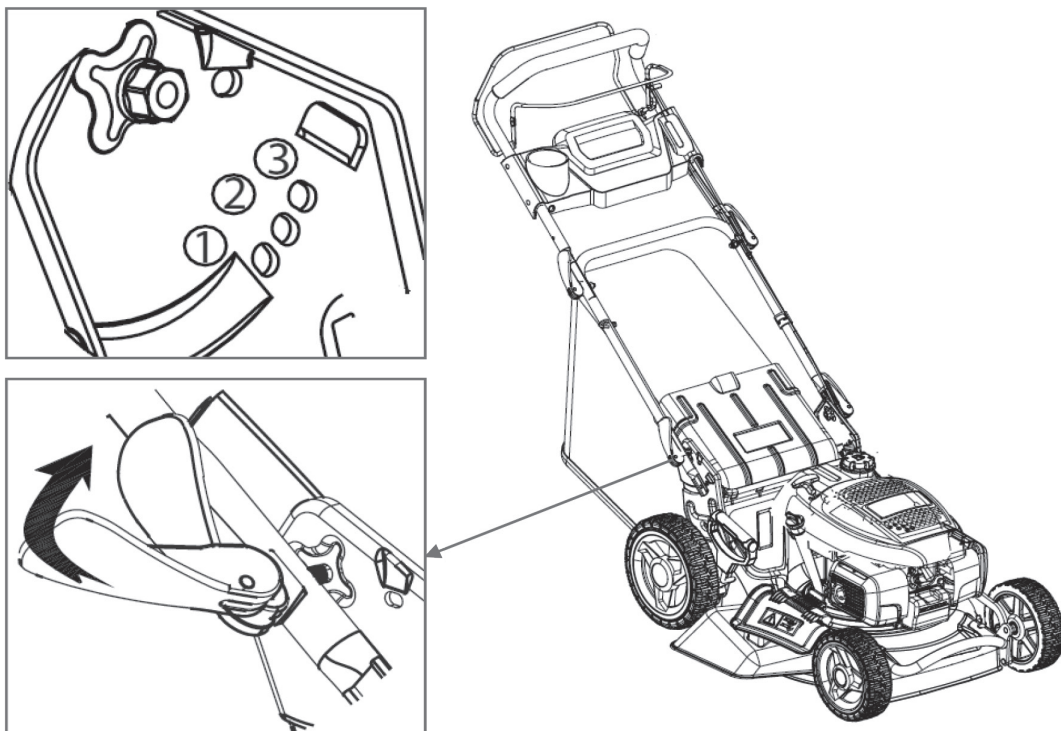

Рис. 4
- Зафиксируйте стойку с обеих сторон с помощью быстроразъёмных зажимов (рис. 4).